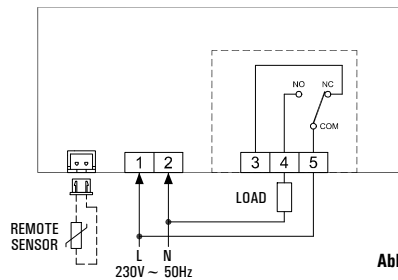

Abb. 5
- 4 Die elektrischen Anschlüsse gemäß Schaltplänen in Abb. 5 und 6 durchführen.
Der Ausgang, Klemmen 3, 4 und 5, ist frei von Spannung und mit doppelter Isolierung gegenüber dem Rest des Thermostaten isoliert. Es ist daher möglich, den Hochspannungsthermostat (~ 230 V) zu versorgen und gleichzeitig eine Niederspannungs-Last SEL (~ 24 V) zu steuern, wie ersichtlich in Abb. 5 und 6.